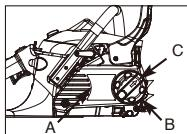

Fig. 3B
- Løsne knappen (C) lett ved å vri knotten mot klokken og vri deretter kjedespenningsringen for kjeden (B) mot klokken for å løfte opp spenningen på kjeden. (Fig.3B)
- For å fjerne dekslet på tannhjulet (A), vri knappen (B) mot klokken. (Fig.3B)